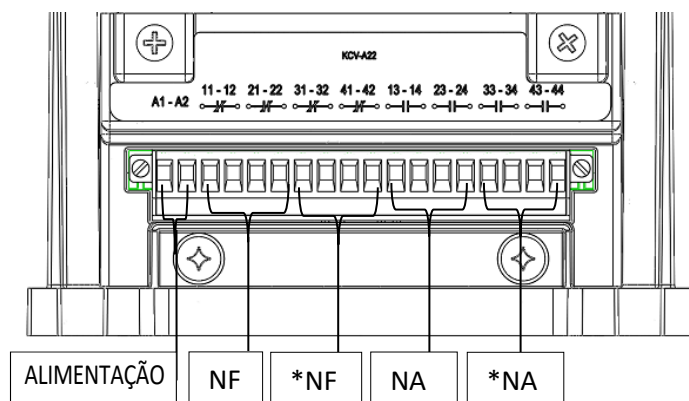
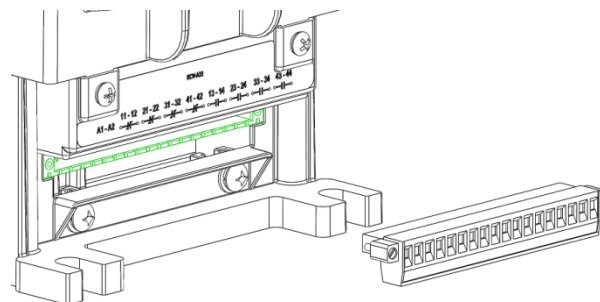

FIGURA 4
FIGURA 5
2. Conecte o fio de controle aos terminais (FIGURA 5) e aperte com 7 lbf.in. As conexões do terminal são como mostradas na (FIGURA 4).